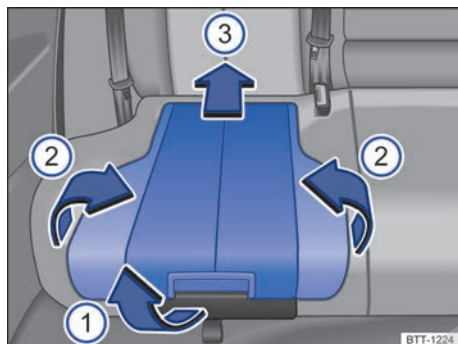

Fig. 63 Asiento integrado para niños: levantar el acolchado de la banqueta y sus rebordes laterales.
- Tire del acolchado de la banqueta por la palanca de desbloqueo → fig. 63  hacia delante, en el sentido de la flecha.
- Presione el acolchado de la banqueta → fig. 63  hacia atrás, en el sentido de la flecha, hasta que encastre.
- Levante los dos rebordes laterales → fig. 63  de la banqueta en el sentido de las flechas. ▶